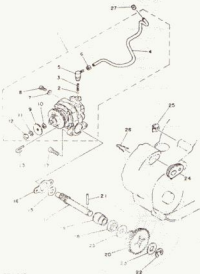
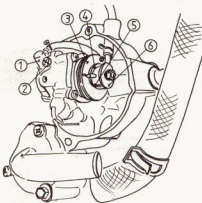

Bild 147
Bild 149
Ölpumpenantriebsrad mit Antriebsschnecke Teil 20 in Bild 147
Die Ölpumpen-Antriebswelle trägt an ihrem in die Ölpumpe hineinragenden Zapfen ein eingängiges Schneckenkengewinde, welches mit einem Schneckenrad im Gehäuse der Ölpumpe kämmt, das 84 Zähne hat. Die Nabe des Schneckenrades ist als Nockenscheibe ausgebildet: Dreht sich das Schneckenrad, wird ein Kolben gegen die Kraft einer Feder (innere Feder) angehoben, in Blickrichtung auf die Pumpe nach rechts. Der Raum, den der Kolben dabei in seinem Zylinder freigibt, füllt sich mit Öl. Ist der Nocken abgelaufen, drückt die innere Feder den Kolben in seine Ausgangsstellung zurück und dadurch das Öl aus dem Pumpenzylinder heraus. Das gelingt ihr jedoch nur zum Teil: Sie wird durch eine stärkere Feder (äussere Feder), die auf die Steuerwalze der Ölpumpe drückt, daran gehindert, weil die Anschlagplatte 9 in Bild 147 schon nach kurzem Kolbenweg (zwischen 0,1 und 2 mm) an der Schaltwalze anstösst. Verdreht man die Steuerwalze mit Hilfe des Gasdrehgriffs, wird die äussere Feder zusammengedrückt.
- Gasdrehgriff in Leerlaufstellung bringen. Man meint, die Steuerwalze der Ölpumpe würde die Anschlagplatte berühren, so dicht fährt sie an diese heran. Doch muss ein für das Auge nicht sichtbarer Spalt von 0,1 mm Dicke offen bleiben. Das muss mit Hilfe einer Fühllehre geprüft werden. Wenn kein Spalt fühlbar ist, bekommt der Motor im Leerlauf kein Öl und im Teillastbereich zu wenig Öl. Wenn der Spalt grösser als 0,1 mm ist, bekommt der Motor im Leerlauf und im Teillastbereich zuviel Öl. Das Spaltmass lässt sich dadurch korrigieren, dass Mutter 12 in Bild 147 abgeschraubt, Federring 11 abgenommen und Anschlagplatte 9 abgenommen werden. Darunter liegen eine oder mehrere Distanzscheiben. Durch die Änderung der Zahl und/oder Dicke dieser Distanzscheiben wird das Spaltmass auf möglichst genau 0,1 mm gebracht (siehe hierzu Bild 149).